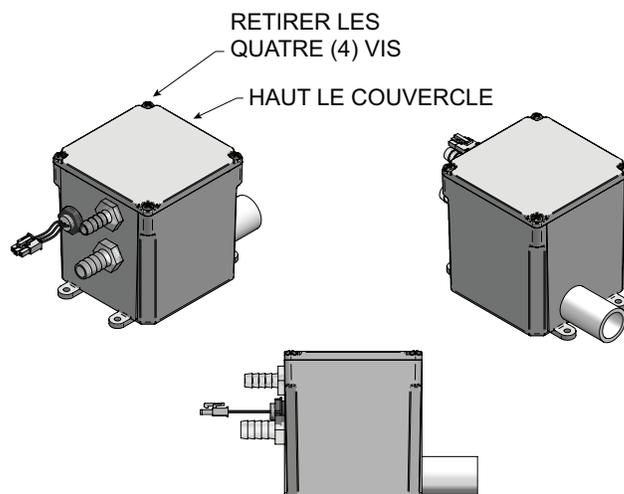

Figure 7-1_Piège à condensat
1. Retirer les quatre (4) vis fixant le couvercle supérieur au piège à condensat et retirer le couvercle (figure 7-1).
5. Replacer les quatre (4) vis déposées à l'étape 1.